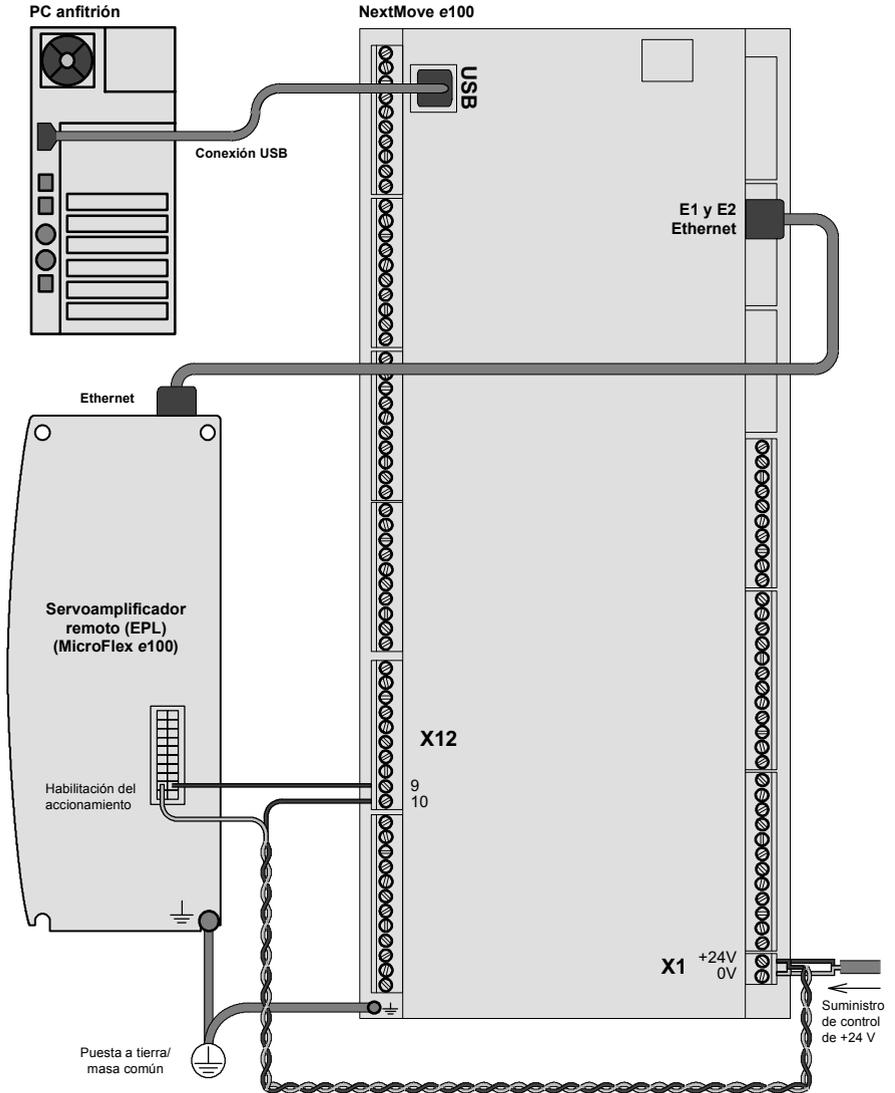

Figura 32: Ejemplo de cableado mínimo del sistema
Como guía, la Figura 32 muestra un ejemplo del cableado mínimo típico, necesario para permitir que el NextMove e100 y un amplificador de accionamiento de un solo eje (por ejemplo MicroFlex e100) funcionen conjuntamente. Los datos de los terminales del conector se muestran en la Tabla 3.
**Tabla 3: Detalles del conector para el cableado mínimo del sistema mostrado en la Figura 32**